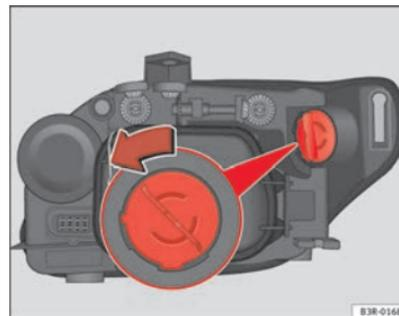

Fig. 191 Lâmpada das luzes indicadoras de mudança de direcção
- Rode o porta-lâmpadas no sentido anti-horário agarrando-o pela pega ⇒ fig. 191 e extraia o porta-lâmpadas e a lâmpada.